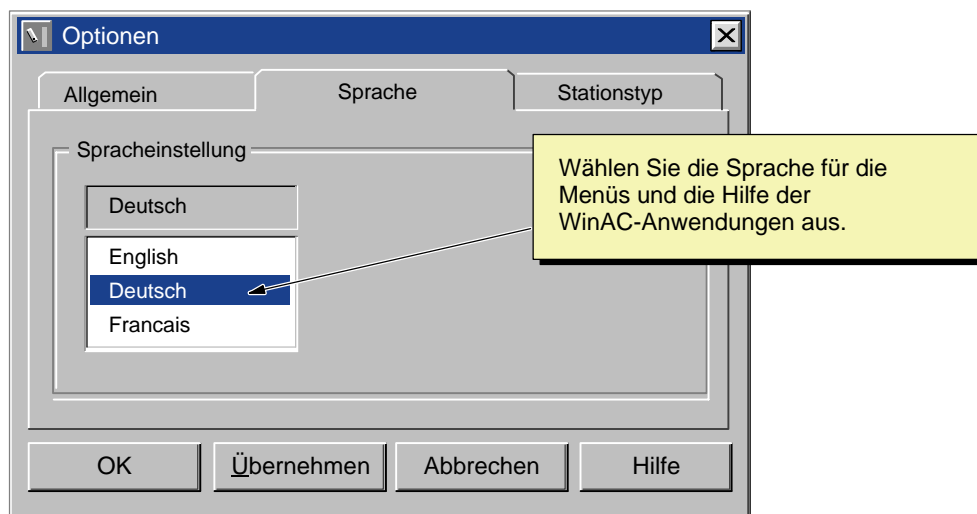

Bild 4-17 Einstellen der Sprache für das WinLC Control Panel und die Hilfe
3. Wählen Sie die Sprache für die WinAC-Anwendungen (Deutsch, Englisch oder Französisch) (siehe Bild 4-17).